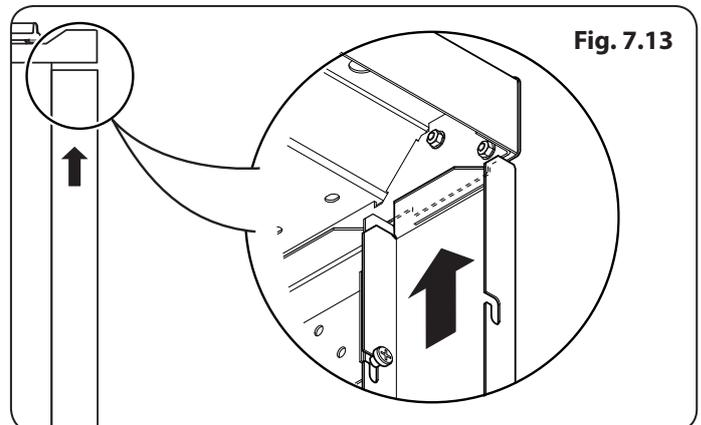

Fig. 7.13
3. Empuje la extensión lateral hacia arriba, de manera tal que la lengüeta del fondo de la extensión del humero encaje en la abertura de la parte superior (**Fig. 7.13**).